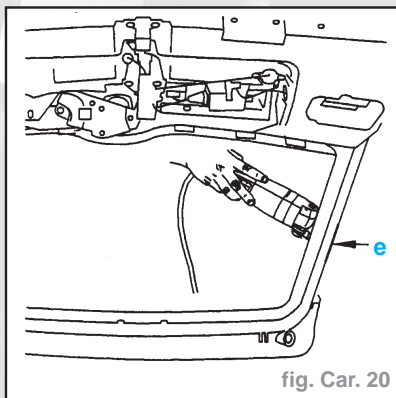

fig. Car. 20
- Équiper le couteau électrique de la lame (2) (pour les côtés b, d).
- Pour protéger l'enjoliveur en caoutchouc, insérer un morceau de tôle "e" entre l'enjoliveur et le volet arrière (fig. Car. 20).